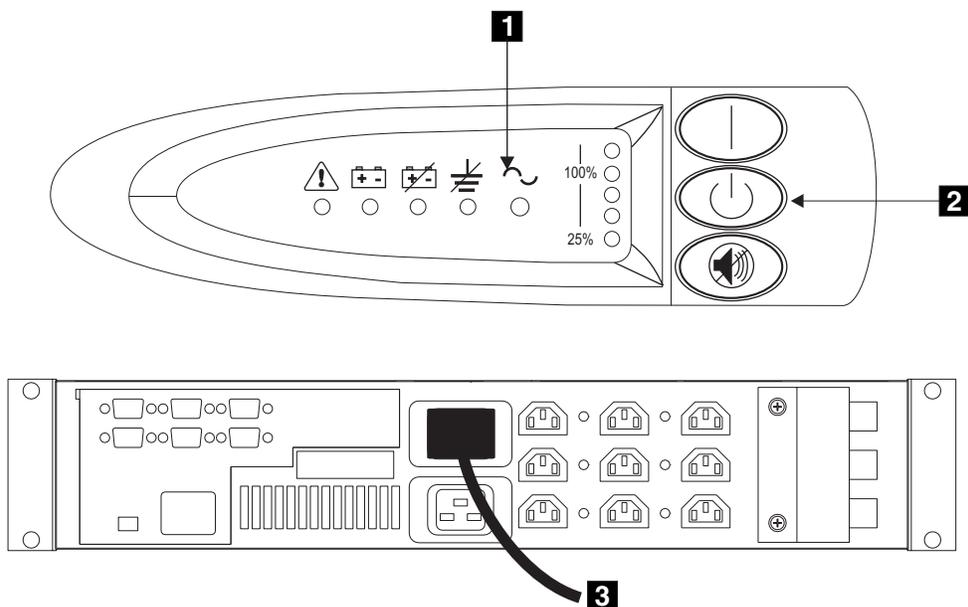

図 83. 無停電電源装置からの電源ケーブルの取り外し
2. 無停電電源装置を前面および背面から見た図については、188 ページの図 83 を参照してください。